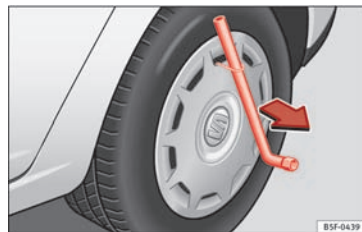

Fig. 70 Afmontering af hjulkapsel fra hjul
- Træk hjulkapslen af med afmonteringsbøjlen »» Fig. 70.